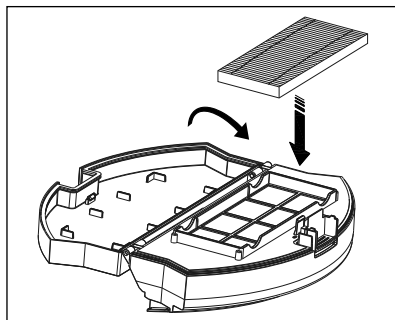

Fig. 13
- 8) Inserire nuovamente il filtro EPA **7** nello scomparto e chiudere il contenitore della polvere **16** (vedere fig. 13).